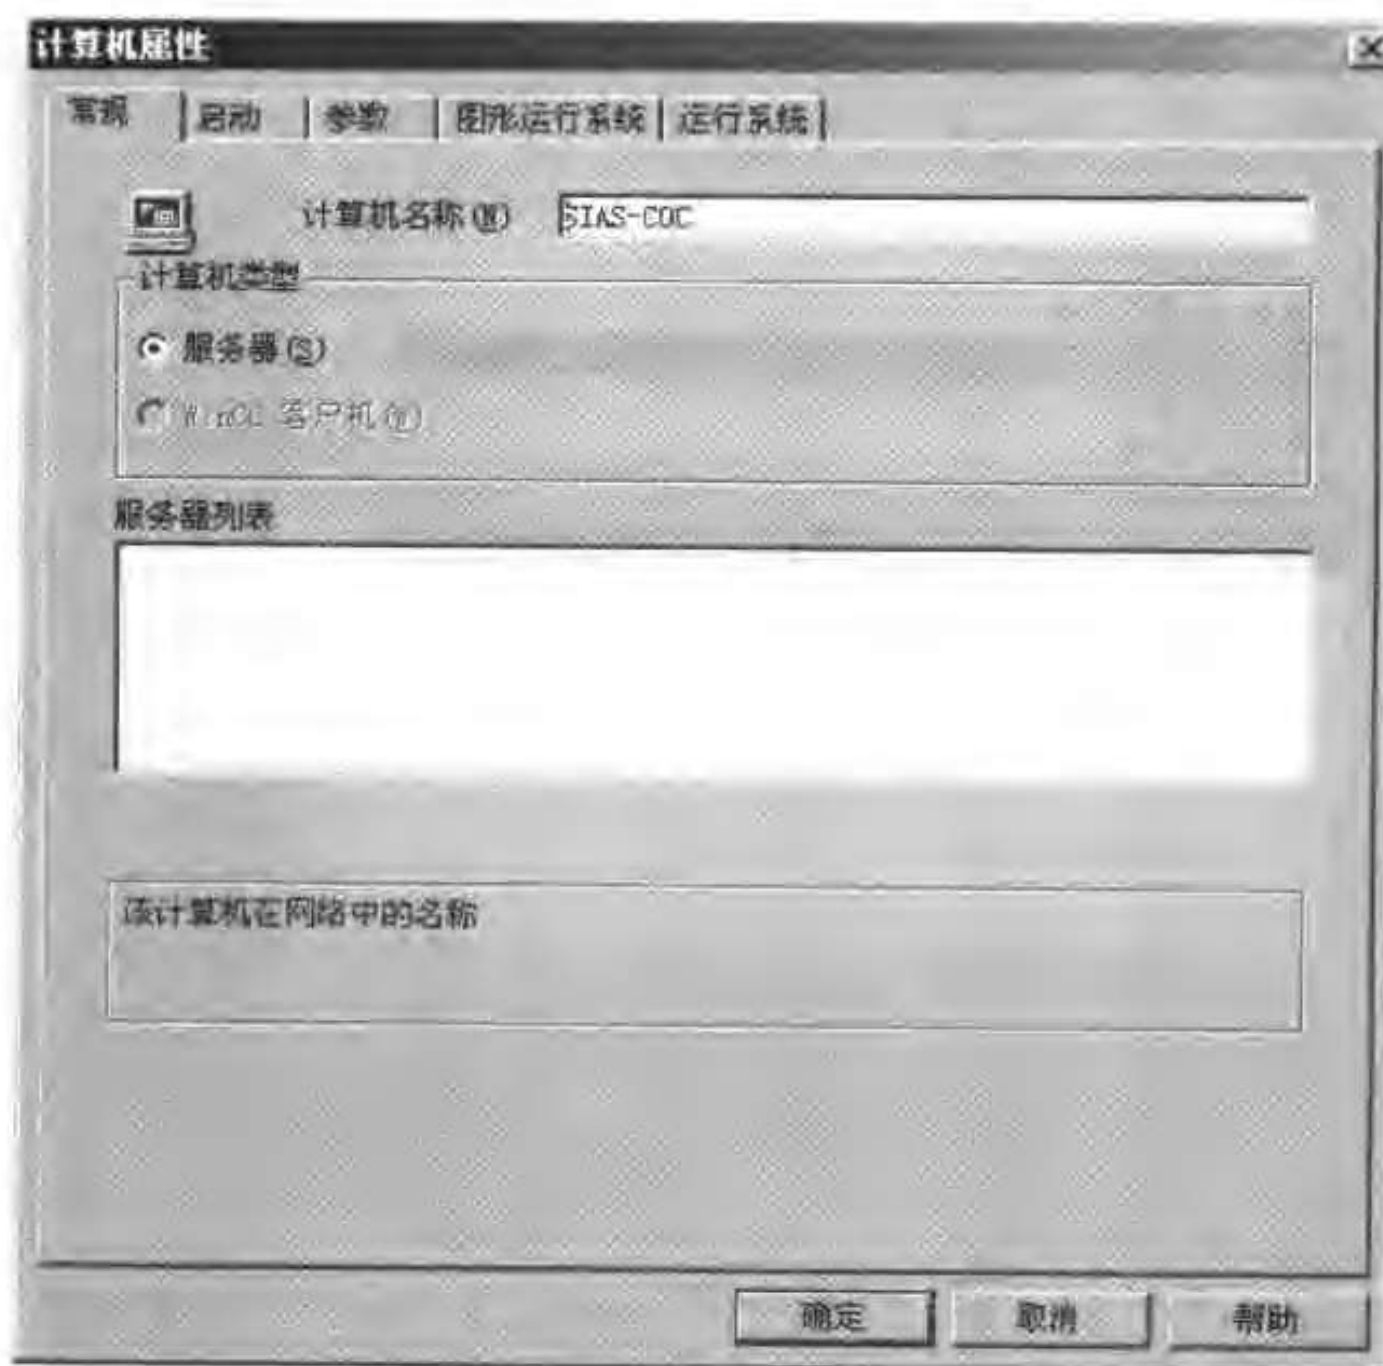

图 4-7 “计算机属性”对话框
- 单击 WinCC 项目管理器浏览窗口中的“计算机”图标,选择所需要的计算机,并在快捷菜单中选择“属性”命令,打开“计算机属性”对话框,如图 4-7 所示。